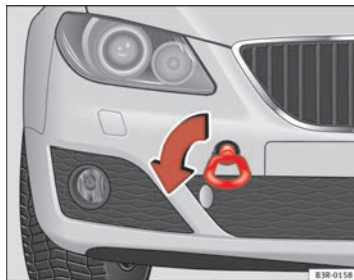

Abb. 231 Einschrauben der Abschleppöse vorne am Fahrzeug
- Die Abschleppöse nach *links* in die vom Pfeil gezeigten Richtung einschrauben ⇒ Seite 298, Abb. 231. ■